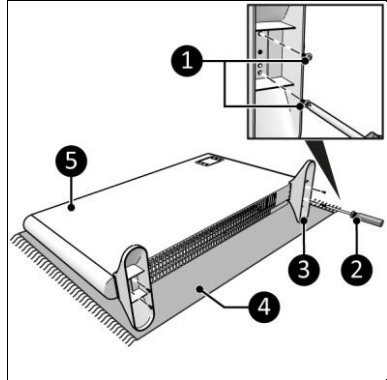

Abbildung 7
1. Legen Sie das Gerät auf eine stabile weiche Oberfläche (Abbildung 7, Pos. 4).
2. Platzieren Sie die Sockel (Abbildung 7, Pos. 3) an beide Seiten des Hauptkörpers (Abbildung 7, Pos. 5).
3. Schrauben Sie die Sockel mit einer kleinen Schraube (Abbildung 7, Pos. 1) mit einem Phillips Kreuzschlitzschraubendreher (Abbildung 7, Pos. 2) fest.